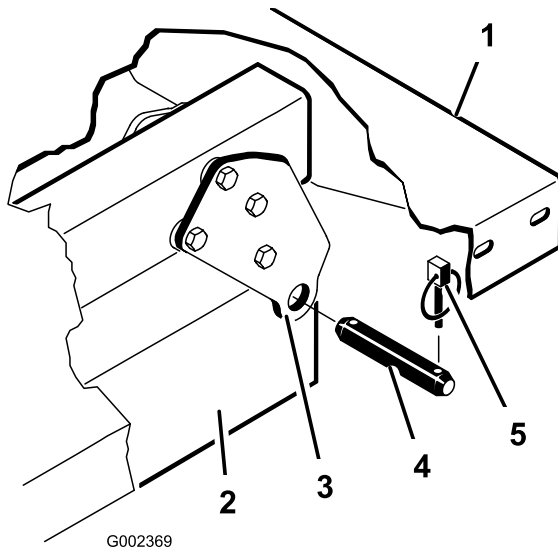

Bild 12
3. Nehmen Sie die Lastösenbolzen ab, mit denen die Zylinderstangenenden an den Pritschenbefestigungsplatten befestigt sind. Drücken Sie die Bolzen hierfür nach innen (Bild 12).
4. Nehmen Sie die Klappstecker und die Lastösenbolzen ab, mit denen die Schwenkhalterungen an den Rahmenkanälen befestigt sind (Bild 12).
Hinweis: Achten Sie darauf, dass die Schwenkplatten am Pritschenrahmen bzw. -kanal so festgeschraubt sind, dass das untere Ende nach hinten abgewinkelt ist (Bild 12).
- Setzen Sie die Pritsche vorsichtig auf den Fahrzeugrahmen. Richten Sie die hinteren Schwenkplattenlöcher der Pritsche mit den Löchern am hinteren Rahmenkanal aus und montieren Sie die (2) Lastösenbolzen und Klapstecker (Bild 12).
- Befestigen Sie bei abgesenkter Pritsche jedes Ende der Zylinderstange mit einem Lastösenbolzen und einem Klapstecker an den entsprechenden Einschüben in den Befestigungsplatten der Pritsche. Setzen Sie den Lastösenbolzen von der Außenseite der Pritsche ein, der Klapstecker sollte nach außen zeigen (Bild 12). Die hinteren Einschübe sind für die Montage der großen Pritsche und die vorderen Einschübe sind für die Montage der 2/3 Pritsche gedacht.